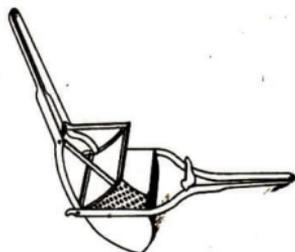

Abb.105 Kartoffelquetsche
**3. Die Kartoffelquetsche - Einseitiger Hebel.** Beschreibe die Anwendung der Kartoffelquetsche (Abb.105)! Warum ist die Presse ein Hebel? Der Drehpunkt dieses Hebels liegt an seinem Ende. Wie liegen die Angriffspunkte von Kraft und Last zum Drehpunkt?